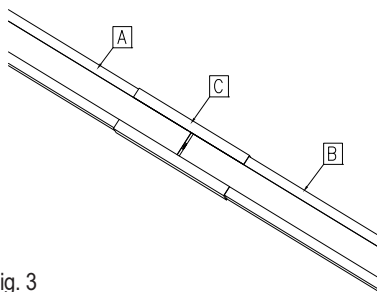

Fig. 3
- Unire le guide A-B mediante il profilo di giunzione C (fig. 3).